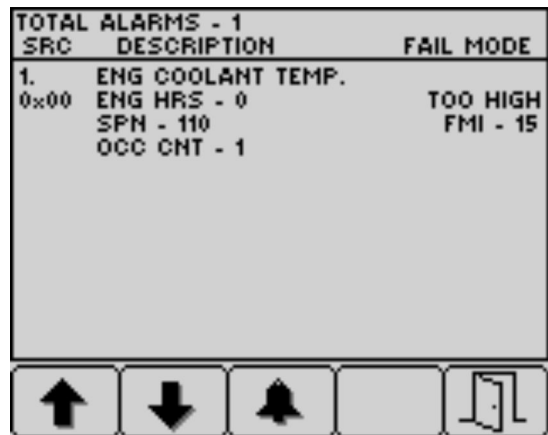

Bild 39
- Betätigen Sie die Taste 5, um die Liste der aktiven Störungen zu verlassen und in den Startbildschirm zu wechseln (Bild 39).
5. Betätigen Sie die Taste 5, um die Liste der aktiven Störungen zu verlassen und in den Startbildschirm zu wechseln, siehe Bild 39 in Hinweismeldungen des Motors (Seite 37).